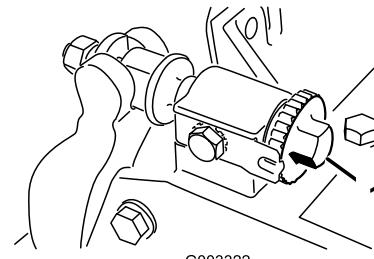
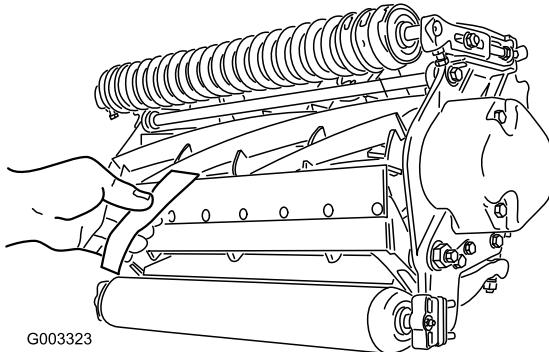

Figura 8
Figura 9
1. Coloque la máquina en una superficie de trabajo plana y nivelada. Asegúrese de eliminar el contacto con el molinete girando los tornillos de ajuste de la barra de asiento en el sentido contrario a las agujas del reloj (Figura 8).
Importante: Asegúrese de que las tuercas de los extremos de los tornillos de ajuste de la barra de asiento no están apoyadas en la superficie de trabajo (Figura 8).
3. En un extremo del molinete, inserte una tira de papel de periódico entre el molinete y la contracuchilla (Figura 9). Mientras gira el molinete lentamente hacia adelante, gire en el sentido de las agujas del reloj el tornillo de ajuste de la barra de asiento (Figura 8) en el mismo extremo del molinete, un clic a la vez, hasta que el papel quede ligeramente aprisionado cuando se inserta desde delante, paralelo a la contracuchilla. Se notará una ligera resistencia al tirar del papel.
5. Cuando termine el ajuste, compruebe si el molinete 'pellizca' un papel cuando se inserta desde delante, y si corta el papel cuando se inserta perpendicular a la contracuchilla (Figura 9). Debe ser posible cortar el papel con un contacto mínimo entre la contracuchilla y las cuchillas del molinete. Si se nota una resistencia excesiva del molinete, será necesario afilar o amolar la unidad de corte para conseguir los filos necesarios para un corte de precisión (consulte el Manual de afilado de molinetes de Toro (Sharpening Reel and Rotary Mowers, Impreso N° 80-300PT)).